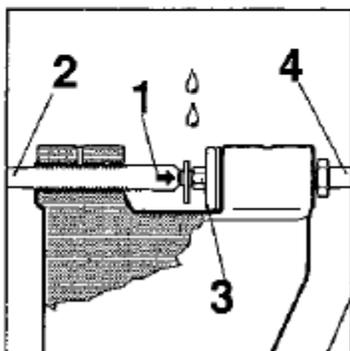
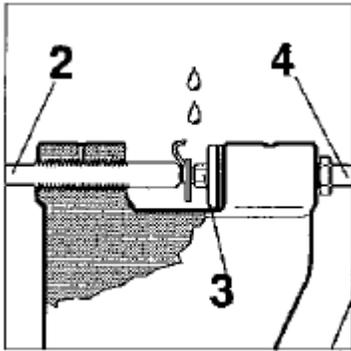

fig. 3
fig. 4
2- Posicione o dente (fig.4) ou o elo de ligação (fig.3) com a cabeça do rebite (1) no centro da ranhura do cabo (2) (fig.3).